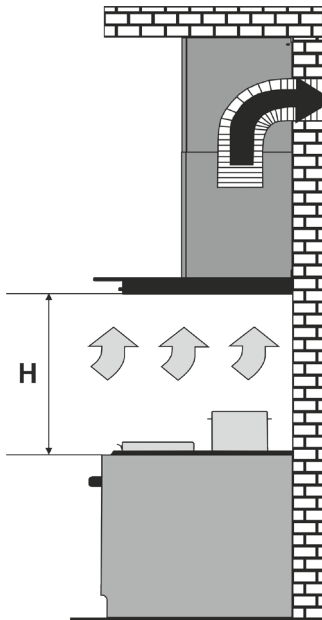

Abb. 1
**1.11 ACHTUNG! Die Dunstabzugshaube wird in einer Höhe von 650-750 mm über Elektroherden und in einer Höhe von 750-850 mm über der Arbeitsfläche des Herdes an einer Wand montiert (Abb. 1).**
4.5 Wenn Sie die Dunstabzugshaube in der erforderlichen **Installationshöhe H** über dem Ofen installieren (**Abb. 1**), verwenden Sie einen Kanal mit **Ø150 / Ø120 mm**, um Luft in den Schornstein abzulassen. Ein kleinerer Durchmesser erzeugt einen zusätzlichen Luftwiderstand, der zu erhöhten Geräuschen und Vibrationen sowie zu einer Überhitzung des Motors führt.
- im Abluftmodus in den Schornstein der Küche (**Abb. 1**);
**Wir erinnern Sie daran, dass die Einbauhöhe der Haube über den Elektroherden mindestens 650 mm und über den Gasöfen mindestens 750 mm betragen sollte (Abb. 1).**